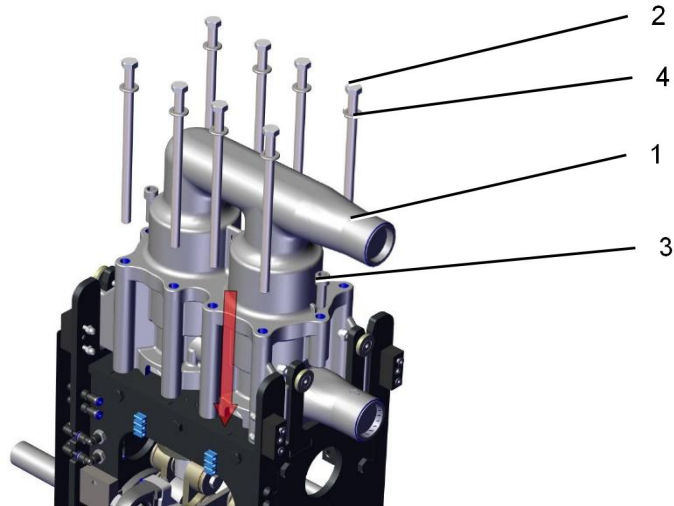
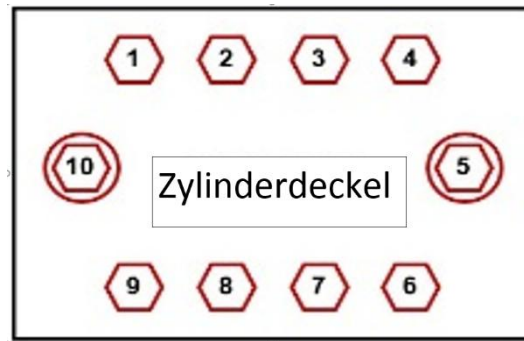

图 5-3：缸盖的安装
图 5-4: 圆柱头螺栓的编号
1. 清洁缸盖 (1)，并将其重新装到缸体上（图 5-3：缸盖的安装）。
2. 对齐缸盖，用手拧紧两枚表面涂有 Renolit Unitemp 2 润滑脂（Timmer 公司产品编号：70010083）的圆柱头螺栓 (3)。
3. 在所有八枚六角螺栓 (2) 和垫圈 (4) 上涂抹中等强度的螺纹胶黏剂 (Weicon Lock AN302-43) 并用手拧紧。
4. 将缸盖水平向下装紧，用 60 Nm 的力矩按照 2-7-3-8-1-6-9-4-10-5 的顺序（图 5-4：圆柱头螺栓的编号）拧紧所有螺栓。